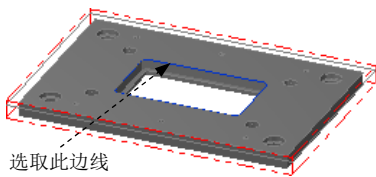
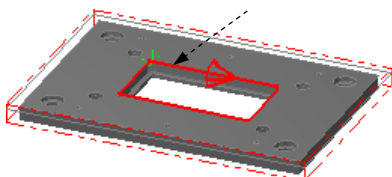

图 2.10 选取区域
图 2.11 定义区域
Step2. 设置加工区域。在图形区中选取图 2.10 所示的边线，系统自动选取图 2.11 所示的边链。单击 按钮，完成加工区域的设置，同时系统弹出“2D 刀具路径-2D 挖槽”对话框，在该对话框中选择 **2D挖槽** 选项。